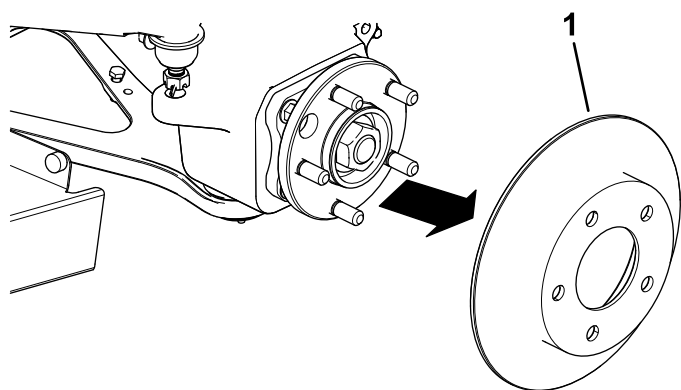

**Figure 5**
5. Déposez la conduite de frein avant et arrière du maître-cylindre (Figure 5).
3. Raccordez la conduite de frein avant et arrière au maître-cylindre (Figure 5).